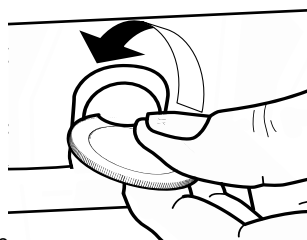

Fig. 4
1. Rimuovere le viti e le relative piastrine a destra e a sinistra servendosi di una moneta o di un utensile (fig. 4).